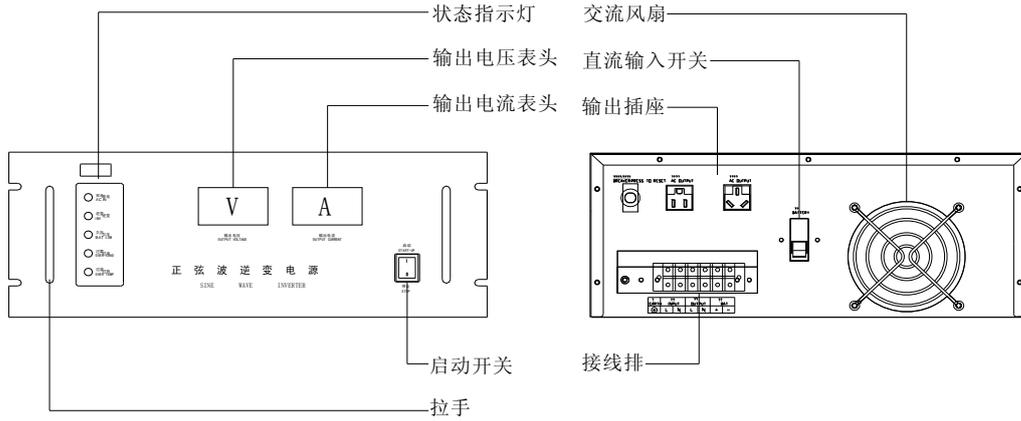

图 3-6
1. 1KVA-3KVA 指针式表头显示面板机架式逆变电源前面板和后面板外观示意图如图 3-6 所示。